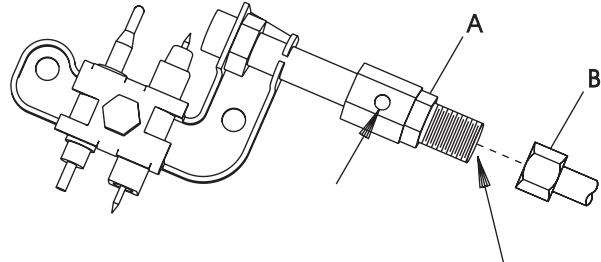

Figura 18
Piloto Sensor de Agotamiento de Oxígeno (Figura 18)
5. Desconectar el tubo del piloto (ver Figura 18, Pág. 15). Sujetar la tuerca A con una llave mientras que se sujetta la tuerca B con una segunda llave.